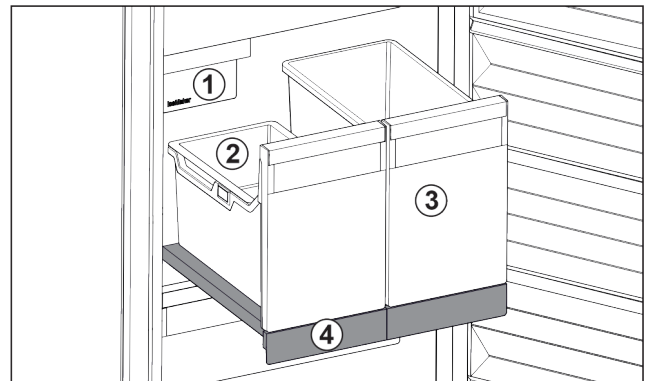

Fig. 32 Compartiment coulissant avec IceTower
- (1) IceMaker
- (2) Balconnet pour glaçons
- (3) Bac pour pizzas, boissons alcoolisées, etc.
- (4) Compartiment coulissant
Le compartiment coulissant comprend deux bacs hauts (IceTower). Le bac Fig. 32 (2) permet de recueillir et de stocker les glaçons de l'IceMaker. Les bacs Fig. 32 (3) sont conçus pour stocker des aliments hauts comme les pizzas et boissons alcoolisées.